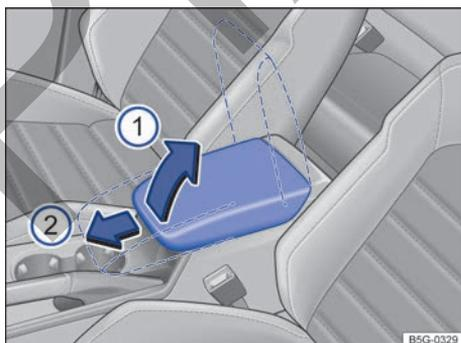

Fig. 84 Reposabrazos central delantero.
Para *levantar* el reposabrazos, pulse el botón de desbloqueo y tire del reposabrazos hacia arriba en el sentido de la flecha → fig. 84 ① encastre por encastre.